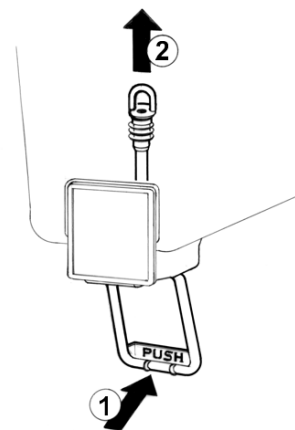

figure 3
**5 Robinet avec tube en caoutchouc:** pousser (1) le levier de débit robinet et défiler (2) le tuyau robinet de son siège sur le fond du réservoir (voir figure 3).